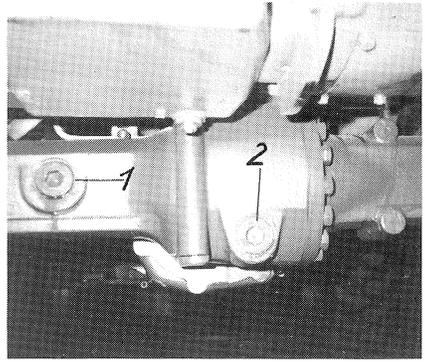

Bild 44
- (1) Aus der Achsbrücke Verschlußstopfen herausdrehen (Bild 44/1). Der Ölstand muß bis zur Verschlußstopfenbohrung reichen.
- (1) Verschlußstopfen aus dem Mittelachsgetriebe herausdrehen (Bild 44/2).